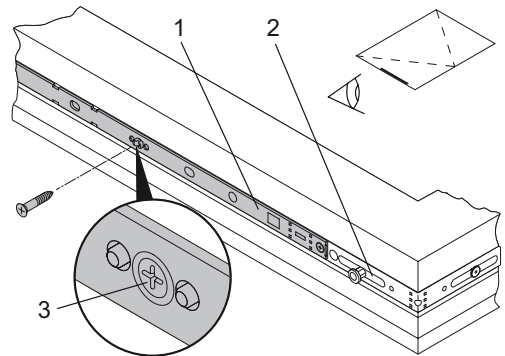

Рис. 4: Блокада М (верх)
8. Монтаж блокады М на верхней стороне створки (Рис. 4):
- Блокаду (1) упирают в угловую передачу (2).